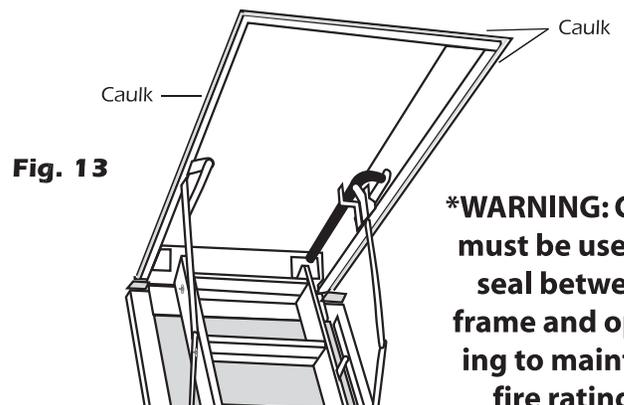

Fig. 13
Step 14- Walk up the stairs; and using the remaining caulk, seal the opening between the stairway frame and the rough opening. (See Fig. 13) Gap should not exceed 1/4".
Etapa 15 - Suba la escalera y usando el calafateo que queda, selle la abertura entre el marco de la escalera y la abertura preliminar. (Vea Fig. 13) Los huecos no deben de ser más grandes que 1/4".